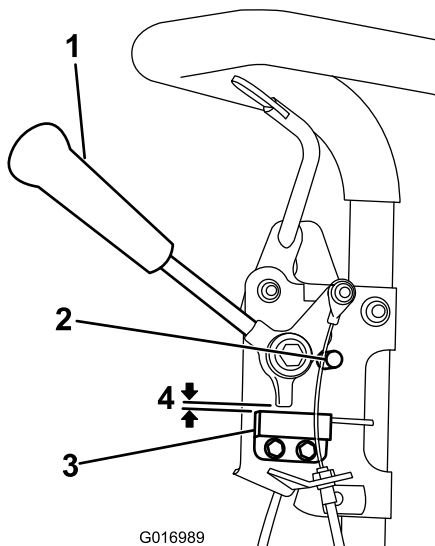

Figure 29
1. Coupez le moteur, désengagez le levier de commande de déplacement et appuyez-le contre la butée de point mort (Figure 29).
2. Desserrez les fixations du contacteur de sécurité (Figure 29).
3. Placez une cale de 0,8 mm d'épaisseur entre le levier de commande de déplacement et le contacteur de sécurité (Figure 29).